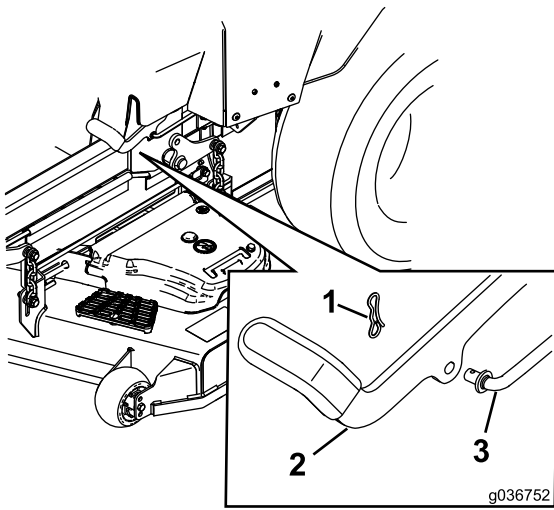

Figura 58
6. Si es necesario ajustarlos, quite el freno de estacionamiento. Retire la chaveta de la barra de acoplamiento del freno (Figura 58).